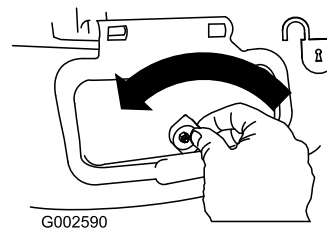

Bild 31
1. Entriegeln Sie die Seitenauswurfklappe (Bild 31).